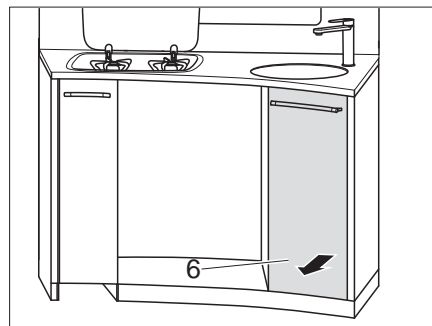

Bild 95 Hohe Küchenschublade herausnehmen
- Hohe Küchenschublade (Bild 95,6) herausnehmen.